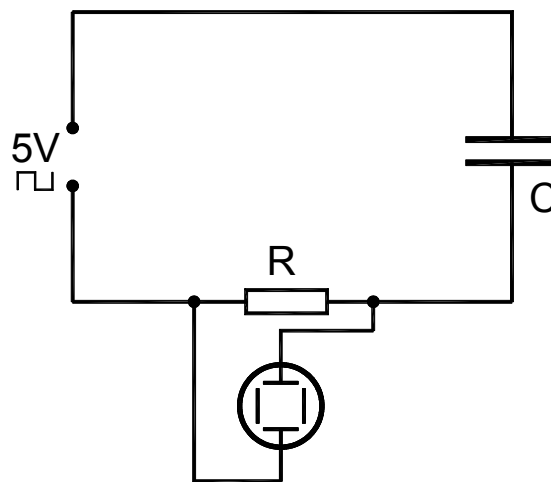

Fig. 2 Determinação da constante elétrica de campo ϵ_0 por sobre a função de carga / descarga
- Executar a montagem da experiência conforme a fig. 2.